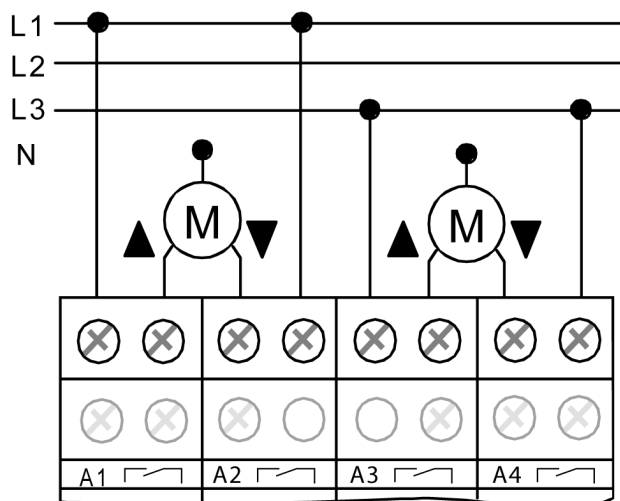

Figura 5: Conexión eléctrica para motores de accionamiento de 230 V en el modo persiana
- Conectar los motores de accionamiento según la (figura 5) (ejemplo de conexión).